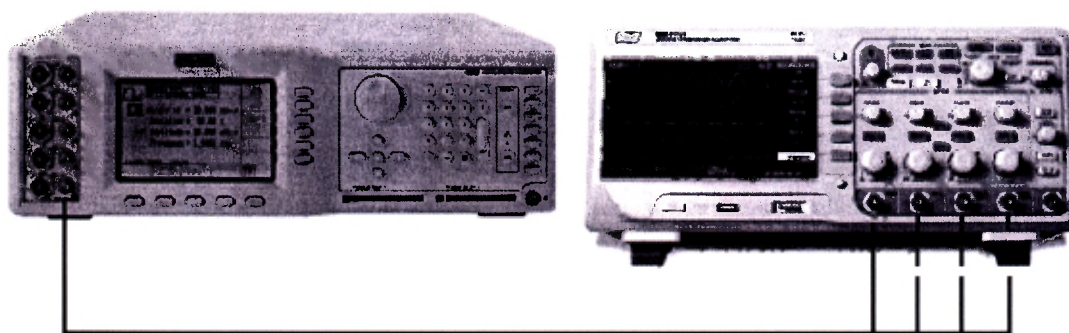

Рисунок 1
7.7.1 Собрать схему поверки, приведенную на рис. 1.